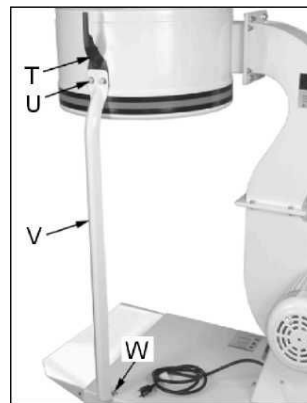

Рис. 7
С помощью 2 шестигранных болтов (W) и шайб установите все опорные штифты (V, Рис. 7).